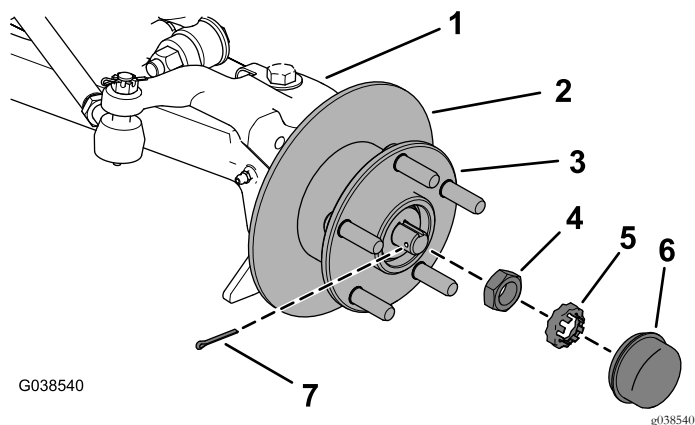

Figura 6
6. Retire o tampão antipoeira, perno de gancho, retentor da porca e porca de retenção e retire o cubo e disco do eixo (Figura 6).
- A. Aperte a porca de retenção rodando o cubo para assentar os rolamentos e aperte a porca de retenção com 16 a 20 Nm como se mostra na Figura 6.
- B. Desaperte a porca de retenção até que se afaste da anilha e cubo e aperte a porca de retenção com 169 a 226 Nm rodando o cubo (Figura 6).
- C. Instale o retentor da porca sobre a porca de retenção, assegure que o furo do perno de gancho está visível e instale o perno de gancho (Figura 6).
- D. Instale o tampão antipoeira (Figura 6).